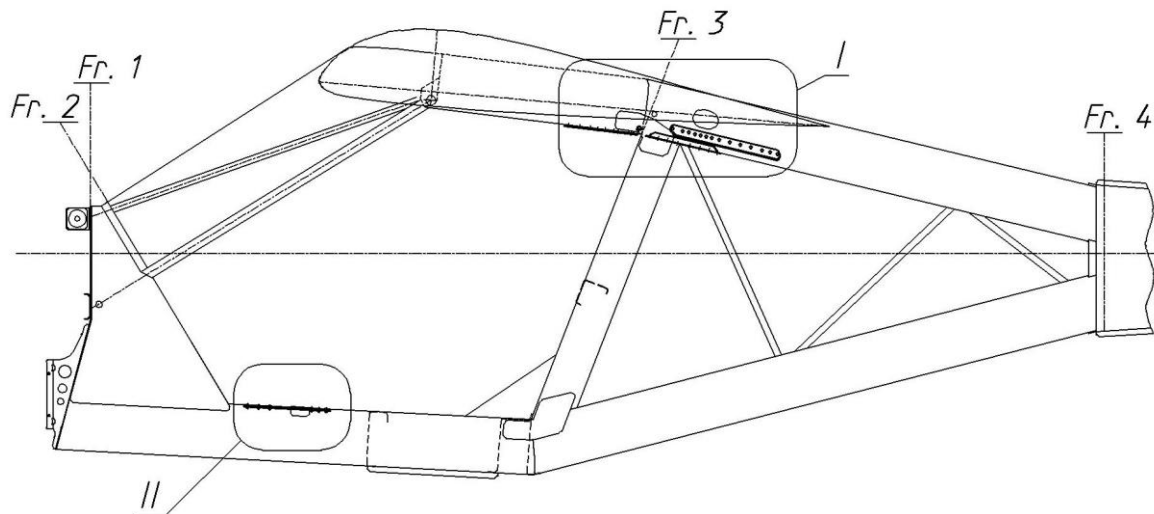

Fig. 1
3.2 Reinforce the fuselage (fig. 1):